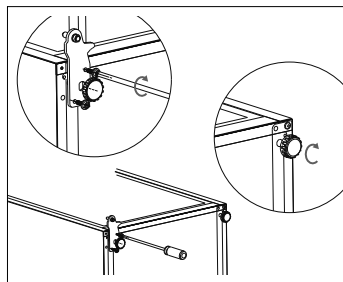

Fig. 12
- ▶ Tournez la plaque perforée de la charnière inférieure de façon à ce que les trous de la plaque perforée coïncident avec les trous de l'appareil et vissez la charnière avec les deux vis de maintien sur le côté opposé de l'appareil. Utilisez une clé de 8 ou un tournevis cruciforme pour desserrer et serrer les vis (voir **Fig. 12**).
- ▶ Montez le pied réglable (voir **Fig. 12**).